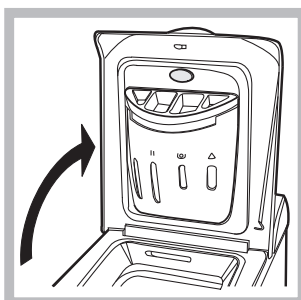

Fig. 1
- A) **Deschiderea capacului superior (Fig. 1):**